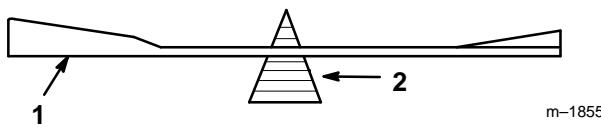

Abbildung 12
2. Die Balance des Schnittmessers auf einer Messerwaage kontrollieren (Abb. 12). Wenn das Schnittmesser in horizontaler Position bleibt, ist es ausgewuchtet und kann verwendet werden. Wenn das Schnittmesser nicht ausgewuchtet ist, nur vom Ende des Segelbereichs etwas Metall abfeilen (Abb. 10). Diesen Vorgang wiederholen, bis das Schnittmesser ausgewuchtet ist.